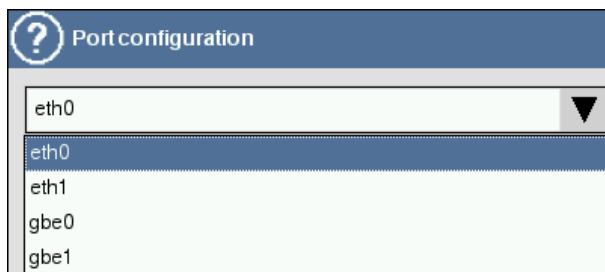

Рис. 9.2. Выбор интерфейса
- выпадающее меню со списком доступных для настроек портов (см. рис. 9.2):